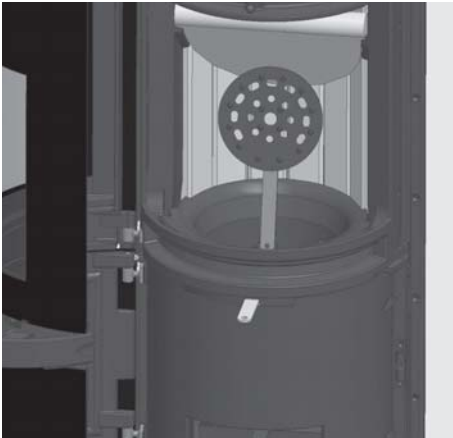

Abb. 4.5 Rüttelrost einsetzen
- Heben Sie nun den Kohlerost in den Brennzylinder - siehe Abb. 4.5 auf Seite 33 - halten Sie den Rost so, dass die Oberseite des Rosts dabei zu Ihnen zeigt, die Bedienstange nach unten zeigt und von hinten am Rost angeschraubt ist,